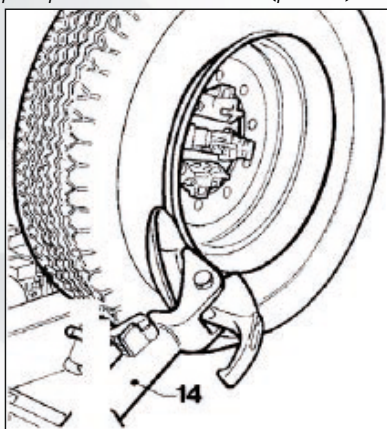
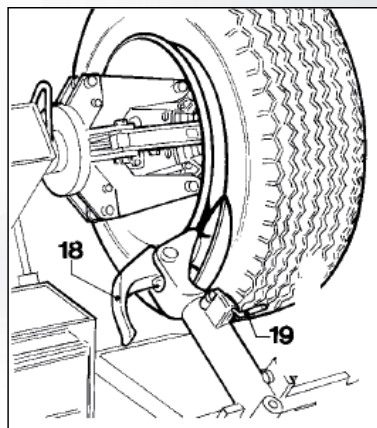

Рисунок 14
Рисунок 15
8) Нажмите на рукоятку установки съемного рычага 19 (рис. 15) и поверните головку рукоятки на 180°, пока он автоматически не зафиксируется.
**Примечание:** Чтобы лапка 18 (рис. 15) не мешала, ее можно наклонить.
- 3) Установите кронштейн съемного рычага покрышки 14 (рис. 14) в рабочее положение и дайте ему зафиксироваться.
- 4) При помощи переносного блока управления маневрируйте колесом до тех пор, пока внешняя часть обода не появится из-за диска (рис. 14).
- 7) Отведите кронштейн съемного рычага покрышки 14 (рис. 14) в сторону и установите его в не рабочее положение, отжав его установочную рукоятку, затем переведите его во второе рабочее положение (рис. 15).